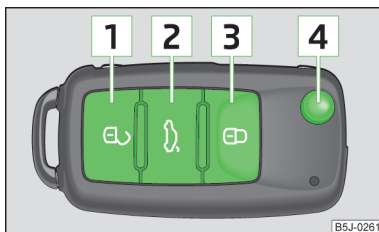

Fig. 16
► Premere il tasto **1** » fig. 16
► Premere il tasto **3** » fig. 16
► Premere il tasto **3** » fig. 16 due volte nell'arco di 2 secondi. Altre informazioni » pagina 29.
► Premere il tasto **2** » fig. 16 Altre informazioni » pagina 35.
► Premere il tasto **4** » fig. 16
► Premere il tasto **4** » fig. 16 e fare rientrare l'ingegno della chiave.
Lo sbloccaggio del veicolo è segnalato dal doppio lampeggio degli indicatori di direzione. Se nei 30 secondi successivi allo sbloccaggio della vettura con il tasto **1** » fig. 16 non si apre nessuna porta né il portellone bagagliaio, la vettura si blocca di nuovo automaticamente e si riattiva la chiusura Safe o l'impianto anti-furto. Questa funzione impedisce lo sbloccaggio involontario del veicolo.